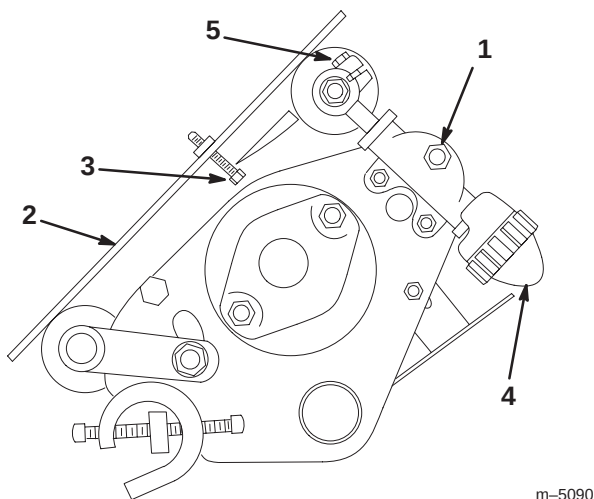

Bild 7
1. Wenn Sie die Schnitthöhe auf 6 mm oder niedriger einstellen möchten, stellen Sie die hintere Rolle in die niedrigste Schnitthöhe. Weitere Angaben finden Sie unter „Nivellieren der hinteren Rolle auf die Spindel“ auf Seite 8. Wenn Sie die Schnitthöhe verstellen möchten, drehen Sie das Mähwerk um und lösen Sie an jeder Seite des Mähwerks die Sicherungsmuttern, mit denen das Einstellrad für die Schnitthöhe befestigt ist (Bild 7).